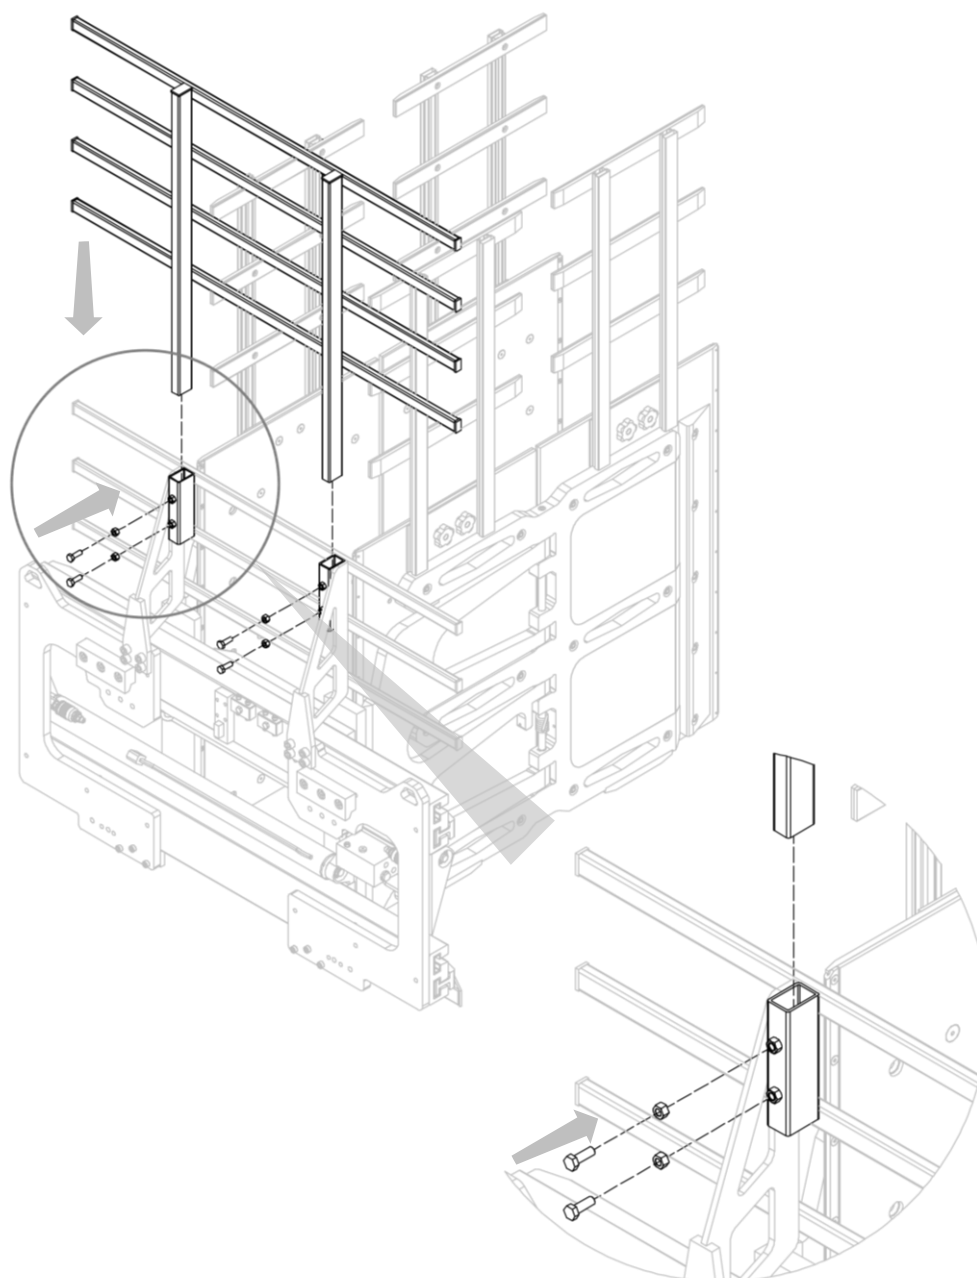

Figura 44
4. Montare la parte superiore del telaio reggicarico, attraverso apposite viti e controdati (vedi Figura 44).